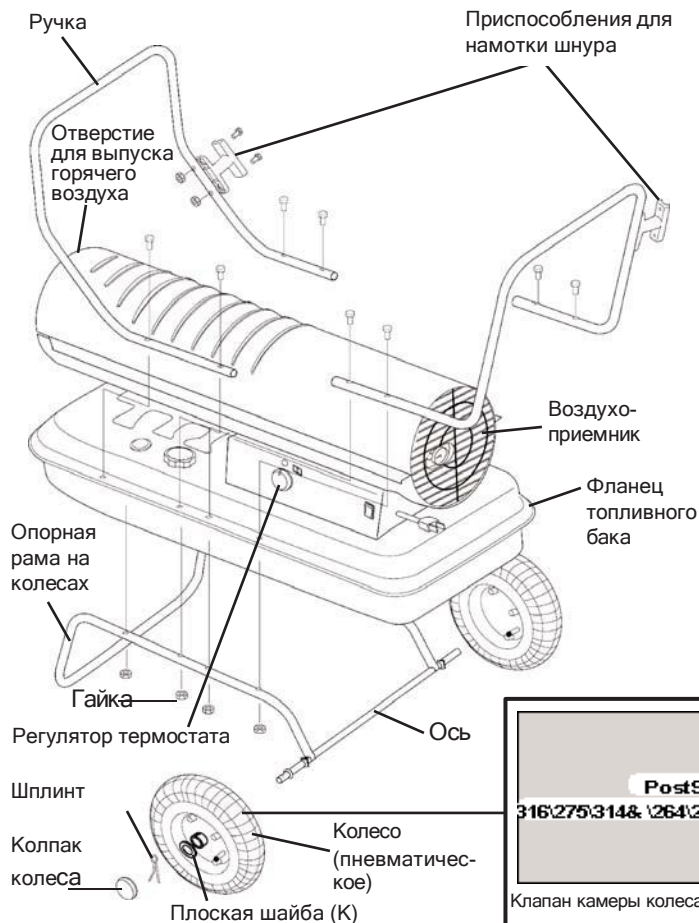

Рисунок 7. Сборка моделей ТСА 35/50/60
2. Наденьте колеса на каждый конец оси, убедившись, что стержень клапана (если колеса пневматические) находится с внешней стороны (**см. рис. 7**).
1. Совместите отверстия на приспособлении для намотки шнура с соответствующими отверстиями на передней рукоятке. Вставьте в отверстия винты (В), наденьте на них гайки и затяните (**см. рис. 7**).